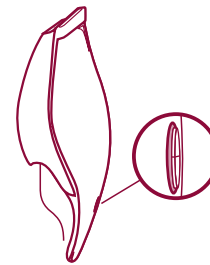

Fig. 6
- Se o aparelho estiver bem colocado, a luz piloto à volta dos botões fica vermelha. (fig. 6)